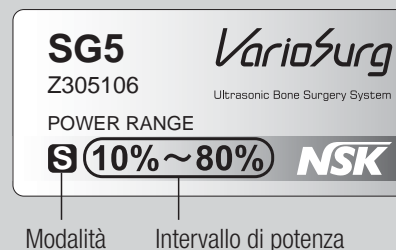

Fig. 21
- Utilizzare la punta nella modalità e nell'ambito dell'intervallo di potenza visualizzato sull'etichetta della custodia della punta. Se utilizzata al di fuori dell'intervallo di potenza prescritto, la punta potrebbe rompersi oppure danneggiare la superficie del dente o i tessuti molli. (Fig. 21)